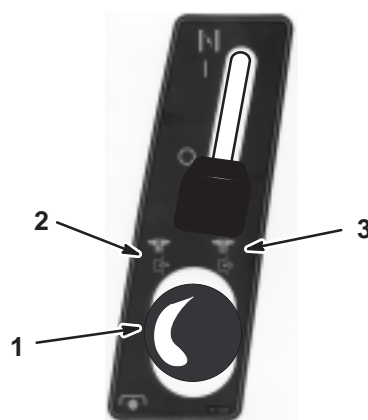

Bild 4
2. Stellen Sie den Schneidwerkhebel (ZWA) auf Einkuppelt (Bild 4).
2. Stellen Sie den Zapfwellenantrieb auf Ausgekuppelt (Bild 4).